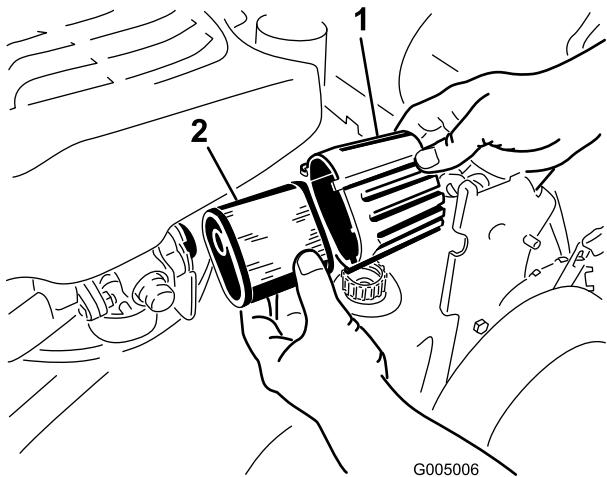

Figura 24
2. Gire la tapa del filtro de aire para retirarla (Figura 24).